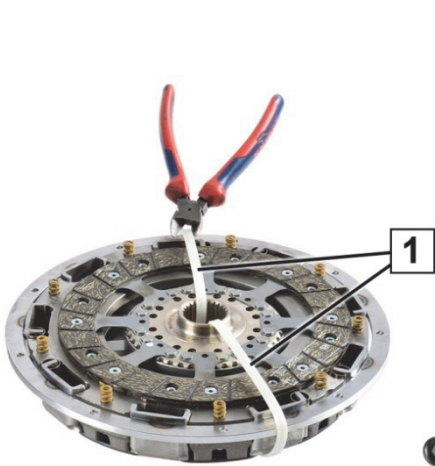
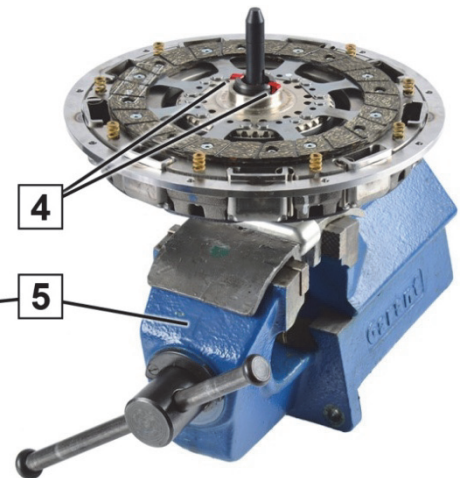

Abb. 1: Transportsicherung
Abb. 3: Spezialwerkzeug einrasten
4. Zweischeibenkupplung (12) abnehmen und mit dem Spezialwerkzeug (3) in den Schraubstock (5) spannen (Abb. 3).
1. Die Zweischeibenkupplung (12) mit der Kupplungsscheibe nach oben auf die Werkbank legen (Abb. 1).
3. Die Transportsicherung Kabelbinder (1) entfernen (Abb. 1).
4. Den Zugknopf (2) ziehen um die Verriegelung (4) des Spezialwerkzeugs (3) zu lösen.
5. Die Zweischeibenkupplung mit der Nabe auf das Spezialwerkzeug (3) drücken, bis die Verriegelung (4) die Zweischeibenkupplung fixiert (Abb. 3).